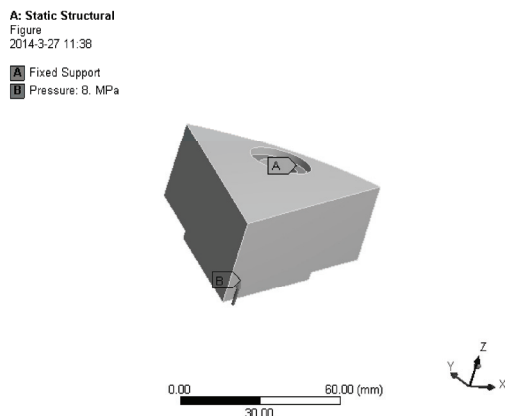

图 20-10 边界条件示意图
6) 选择 Mechanical 界面左侧 Outline 树结构图中的 Static Structural (A5) 选项，查看边界条件示意图，如图 20-10 所示。